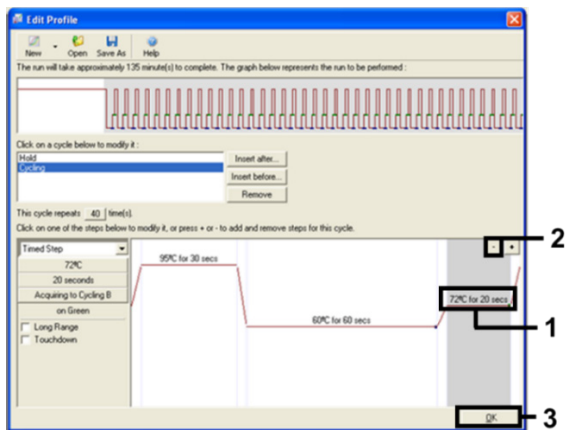

Figura 9. Eliminación del paso de extensión
11. Seleccione el tercer paso y elimínelo mediante el botón -. Haga clic en OK (Aceptar) (figura 9).